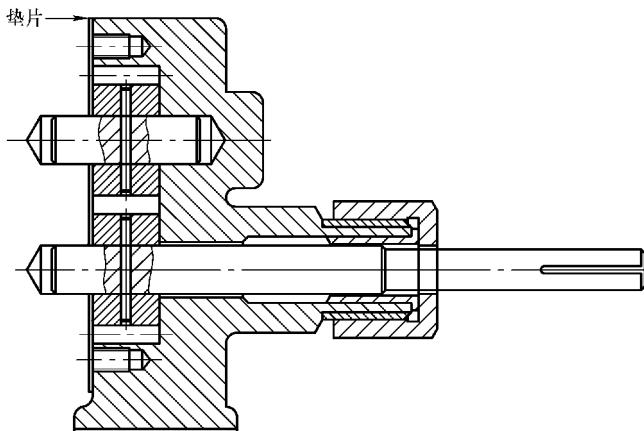

图 12-17 绘制并修剪垫片
- 13) 绘制并修剪垫片，垫片厚 1mm，直径 100mm，如图 12-17 所示。